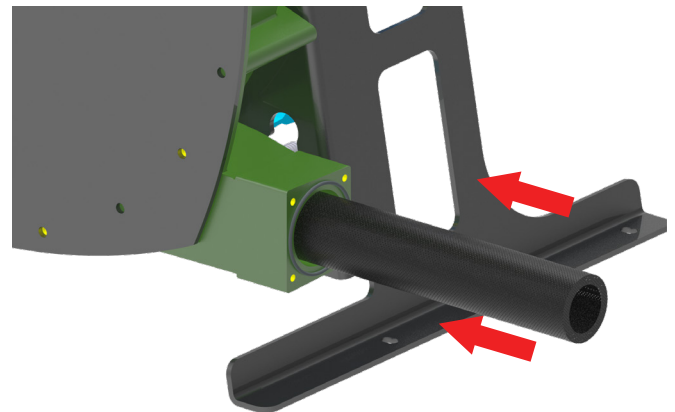

Abbildung 8: - Installieren des Schlauchs
2. Führen Sie den Schlauch in den Sauganschluss an (der unterste Anschluss gemäß Abbildung 8: - Installieren des Schlauchs)